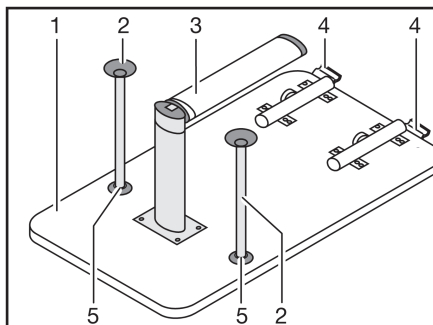

Fig. 80 Sommier de lit
- Soulever légèrement le plateau de table (Fig. 80,1) à l'avant d'env. 45°.
- Rabattre la partie inférieure du pied de table à joint (Fig. 80,3) de 90°. Suivant le modèle, tirer la partie inférieure du pied de table à joint vers le bas ou appuyer sur le bouton de déverrouillage.
- Appuyer sur le bouton de déverrouillage (Fig. 80,4) sur le dispositif de verrouillage.
- Suivant le modèle, enfoncer les deux pieds d'appui supplémentaires (Fig. 80,2) dans les fixations (Fig. 80,5) sur le dessous du plateau de table.